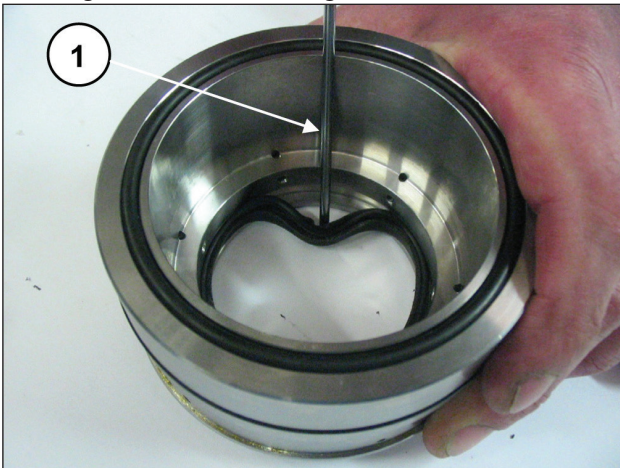

Abb. 168
Zur Abnahme der ND-Dichtung müssen Sie eine Fühlerlehre oder ein ähnliches Werkzeug verwenden, das den Sitz des Dichtungshalters nicht beschädigt (Pos. ①, Abb. 168).